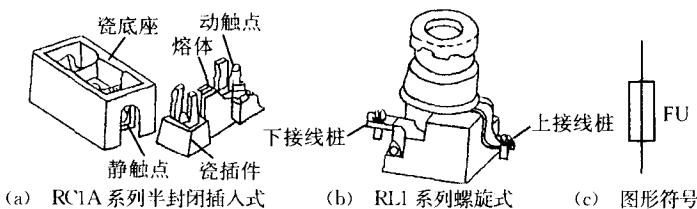

图 1-10 低压熔断器的外形结构及符号
(3) 低压熔断器的外形结构及符号。低压熔断器的外形结构及符号如图1-10所示。